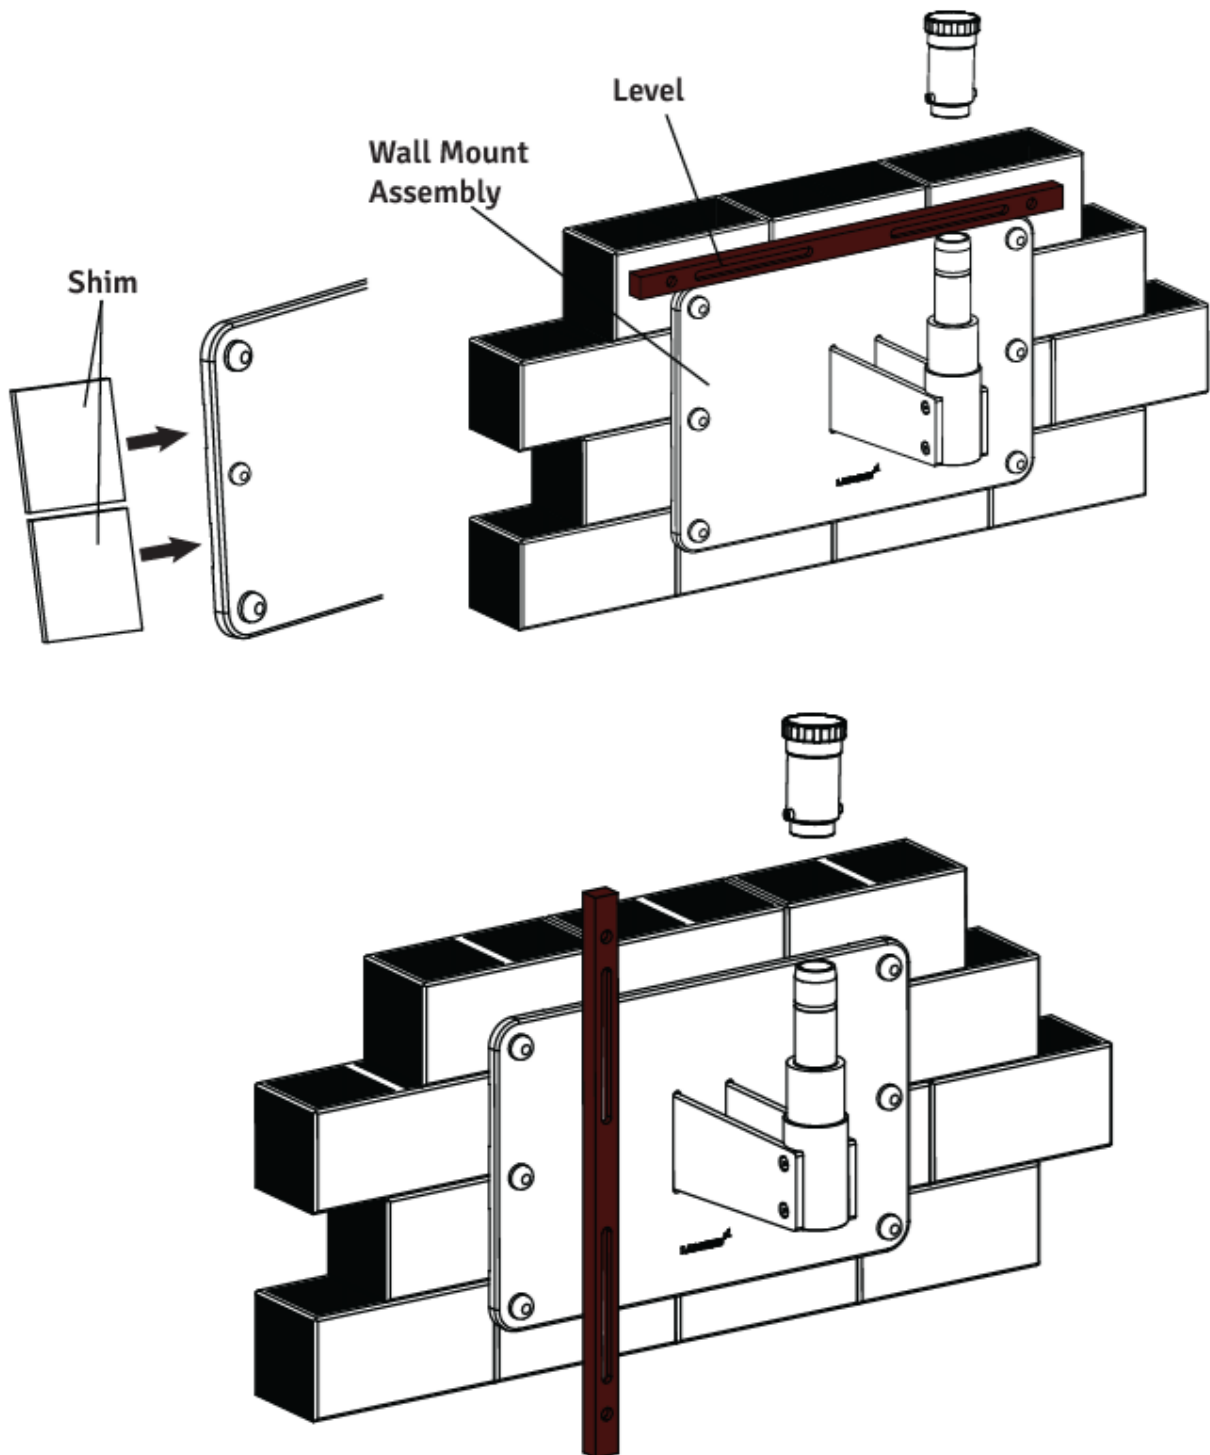

Figura 24
2. Posizionare una livella sulla parte superiore della piastra posteriore per controllare il livellamento orizzontale. Vedere figura 24.
3. Utilizzare una chiave a bussola e cricchetto da 17 mm per allentare leggermente i sei (6) bulloni a farfalla negli angoli del supporto a parete.
5. Posizionare una livella verticalmente lungo la superficie della piastra posteriore, su entrambi i lati, per assicurarsi che sia perpendicolare al pavimento. Vedi figura-24
7. Controllare l'altro lato e inserire spessori come necessario, quindi serrare i bulloni a ginocchiera. Vedere figura 24.
2. Svitare il tappo filettato dall'albero di montaggio a parete come mostrato nella figura 24.